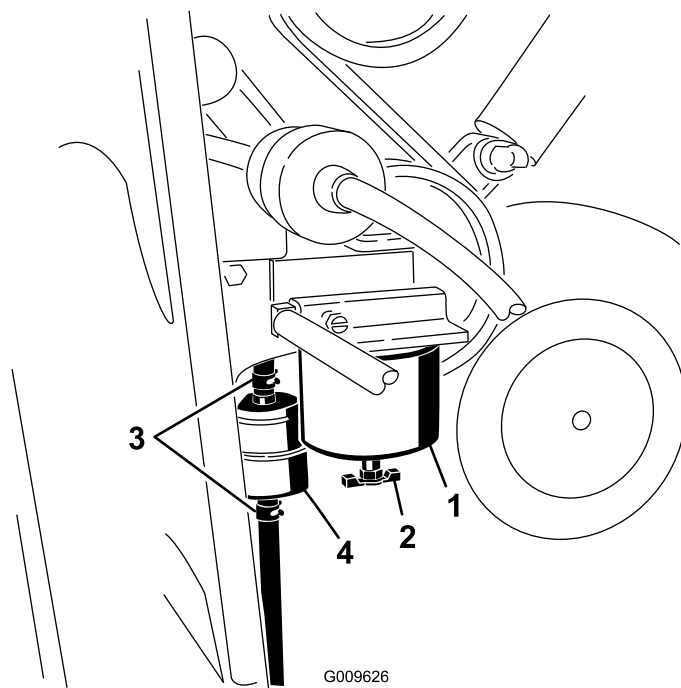

Figura 37
1. Individuare il filtro carburante sul lato destro del motore (Figura 37) e posizionare un recipiente pulito sotto di esso.
1. Individuate i filtri carburante sul lato destro del motore (Figura 37) e posizionate un recipiente pulito sotto di esso.
2. Pulire la superficie circostante la scatola del filtro (Figura 37).
3. Rimuovete la scatola del filtro e pulite la superficie di montaggio (Figura 37).
5. Installare a mano la scatola del filtro finché la guarnizione non tocca la superficie di appoggio, poi ruotarla per un altro 1/2 giro (Figura 37).
6. Individuate il filtro in linea dietro la scatola del filtro del carburante (Figura 37) e osservate la direzione della freccia del flusso sul lato del filtro in linea.
7. Aprite i fermi su ciascuna estremità del filtro in linea ed estraete i flessibili (Figura 37). Gettate via il filtro.
8. Fate scorrere i flessibili sull'estremità di un nuovo filtro (Figura 37), verificate che la freccia sul filtro sia posizionata nella stessa direzione di quella sul vecchio filtro.